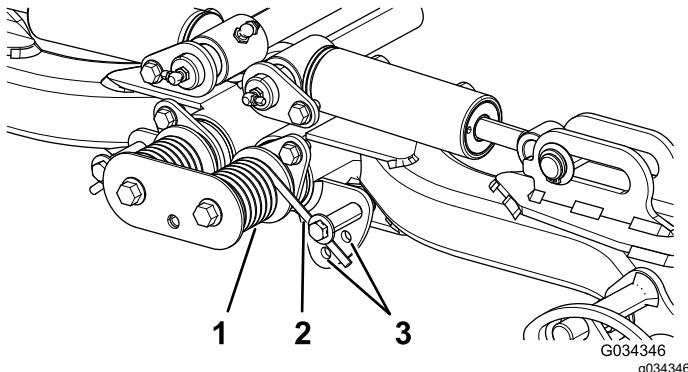

Figure 38
- Insérez un tube ou un objet similaire sur l'extrémité longue du ressort pour détendre le ressort pendant le réglage (Figure 38).
3. Tout en détendant le ressort, retirez le boulon et le contre-écrou de fixation de l'actionneur de ressort au support (Figure 38).